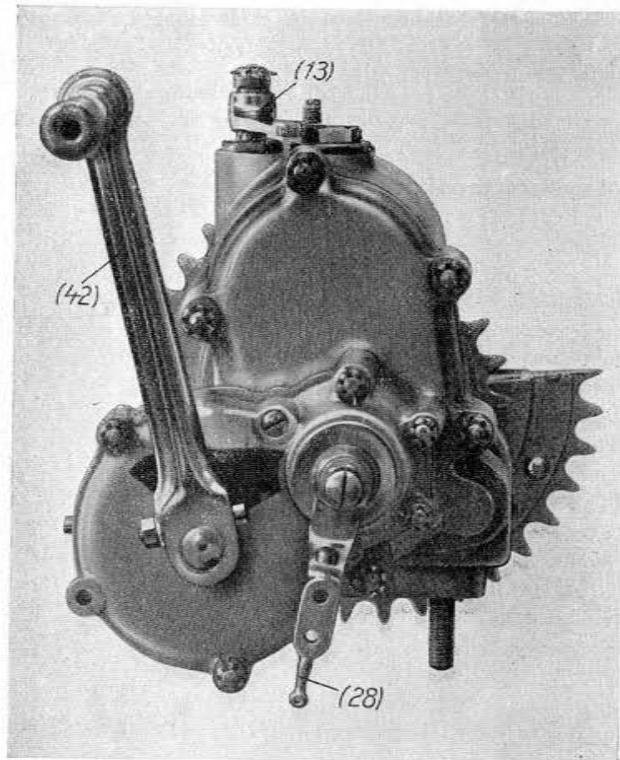

Abb. 54.
(20) insoweit abgenützt, daß sich ein fortgesetztes Schleifen, insbesondere beim Bergfahren, bemerkbar macht, so kann eine entsprechende Verstellung der Druckstange (31) von außen durch die Stellschraube (30) nach dem Lösen der Gegenmutter bequem erfolgen. Will man sich überzeugen, ob die Kupplung nunmehr richtig eingestellt ist, so fühlt man bei niedergedrücktem Fußpedal
(34) durch leichtes Drehen des Hinterrades mit der Hand, ob die Kupplung Leerlauf hat; bei hochgestelltem Fußpedal darf sich das Hinterrad nicht mehr drehen. Hat man die gewünschte Stellung gefunden, so wird die Stellschraube durch Festziehen der Gegenmutter wieder gesichert. Bei einer erforderlichen Demontage der Kupplungsbetätigung ist beim Einbau der Schraubenspindel darauf zu achten, daß der aufgesteckte Gelenkhebel (28) um einen Gewindegang nach hinten steht (siehe Abb. 54), damit der zur Betätigung der Kupplung erforderliche Weg gegeben ist. Die Einstellung ist richtig, wenn bei ausgerückter Kupplung das Pedal am Fußbrett anschlägt.
**Will man die Kupplung vom Wechselgetriebe abnehmen**, so sind zunächst die Schrauben des Verschußdeckels (24) zu lösen. Sodann werden die Bolzen in die Bohrungen auf der Rückseite des Zahnkranzes (18) eingeschraubt, worauf sich der öldicht aufgezoogene Verschußdeckel abdrücken läßt. Nunmehr kann nach dem Entfernen des Splintes die Mutter (46) vorsichtig herausgeschraubt und der Federteller samt Spiralfeder und Druckscheibe abgenommen werden. Schließlich löse man die beiden mit Rechtsgewinde versehenen Muttern (47) und (48) und schraube das dem Werkzeug beigegebene Abzugstück soweit in das Innengewinde der Kupplungstrommel (19), bis sich diese von der Welle abziehen läßt.
**Der Zusammenbau der Kupplung** erfolgt in umgekehrter Reihenfolge, wobei zunächst die mit den Stahllamellen versehene Kupplungstrommel (19) mittels Rohr und Holzhammer leicht auf die Getriebewelle aufgetrieben wird. Beim Aufstecken der Stahllamellen ist darauf zu achten, daß je eine innere Lamelle den Anfang und den Schluß bildet. Zum Spannen der Spiralfeder (21) wird der dem Werkzeug beigegebene Montageflansch verwendet. Nachdem man die Spiralfeder einerseits auf die Druckscheibe, andererseits auf den Federteller gebracht hat, wird das Aggregat im Schraubstock gleichmäßig soweit zusammengepreßt, bis sich die beiden Schraubbolzen in die Schlitze der Druckscheibe (26) führen und durch Querstellung sichern lassen. Die so gespannten Teile können jetzt in komplettem Zustand eingeführt und durch die Mutter (46) verschraubt werden. Selbstverständlich ist der Montageflansch wieder zu entfernen.